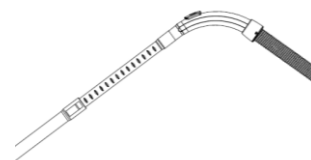

Abb. 3
2. Stecken Sie auf das Rohr verschiedene Düsen, die für unterschiedliche Zwecke bestimmt sind: Bodenbürste (an die Art des Bodens angepasst) für Teppich oder harten Boden (Abb. 4); Polsterdüse für Sofa, Wandoberfläche, Vorhang, Raumecke zwischen Möbeln und usw. (Abb. 5); Die Rundbürste und Polsterdüse befinden sich im Zubehörfach. (Abb. 3)